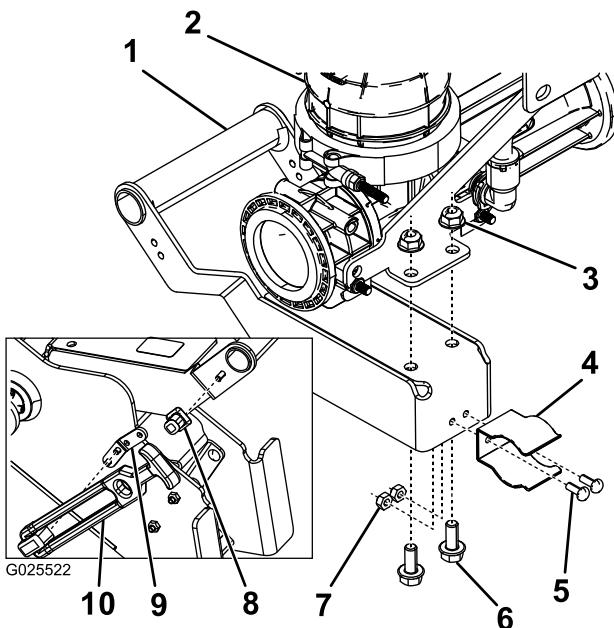

Figure 13
- Fixez l'ergot de verrouillage à la poignée du mélangeur au moyen d'un boulon à tête hexagonale (Figure 13).
2. Fixez le support d'extension au cadre porteur principal au moyen de 2 boulons à tête hexagonale (Figure 13).
3. Reliez la poignée de verrouillage au support d'extension (Figure 13).
4. Fixez la poignée sur le mélangeur au moyen de 2 boulons à embase et écrous à embase (Figure 13).